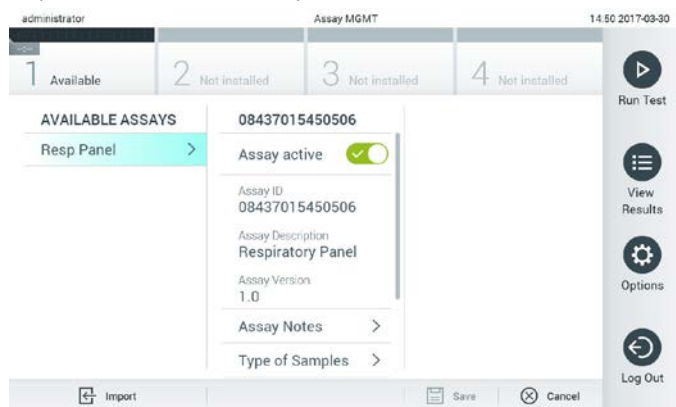

Figura 58. Gerenciando ensaios disponíveis.
1. Pressione o botão Options (Opções) e o botão Assay Management (Gerenciamento de ensaios) para acessar a tela Assay Management (Gerenciamento de ensaios). Os ensaios disponíveis são listados na primeira coluna da área de conteúdo (Figura 58).